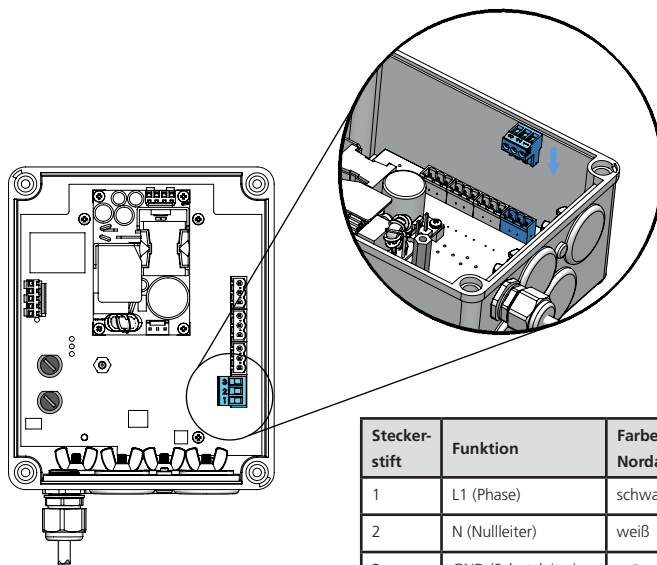

Abbildung 6: Netzanschluss
4. Schließen Sie die Netzspannung an den Steckverbinder mit der Bezeichnung J1 an (siehe Abbildung 6 für die Steckerbelegung). AC-Netzleitungen und Schutzleiter müssen eine Größe von 12 bis 18 AWG haben. Außerdem muss am Netzeingang in der Nähe der Kommunikationsbox ein lokaler Trennschalter oder Leistungsschalter vorgesehen werden, der den lokalen Elektrikvorschriften entspricht.
Siehe Abbildung 6 für die Steckerbelegung.